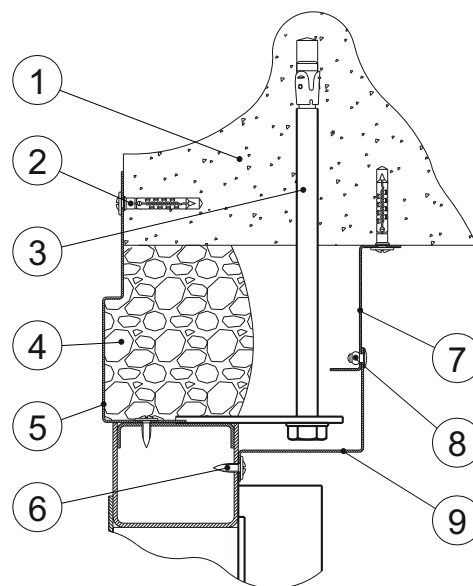

Рисунок 13 - Схема крепления ДСНМЦ в проёме высотой 2100...2200 мм.
4. Закрепить наружные наличники на вертикальных сторонах коробки ДСНМЦ, используя саморезы-сверло (в комплект поставки не входят) - см. рисунок 12. Наличники устанавливаются до упора в проушины. Верхний наличник подрезать по месту металлорежущим инструментом. Место реза покрыть краской для наружных работ. Закрепить наличник на верхней перемычке коробки ДСНМЦ. При зазоре по высоте между ДСНМЦ и проёмом от 50 до 90 мм использовать наружный наличник ННЦ-120 (см. рисунок 13), а при зазоре от 90 до 150 мм - наличник ННЦ-180.
10. Закрепить внутренние наличники аналогично описанному в пункте 4. При зазоре по высоте между ДСНМЦ и проёмом от 50 до 90 мм необходимо на верхней перемычке рамы ДСНМЦ закрепить наличник КНВ-50 или НВ-80 (см. рисунок 13) используя саморезы-сверло. Закрепить наличник внутренний КНВ-20 на верхней части проема используя саморез с дюбелем. Скрепить наличники используя заклепки вытяжные.